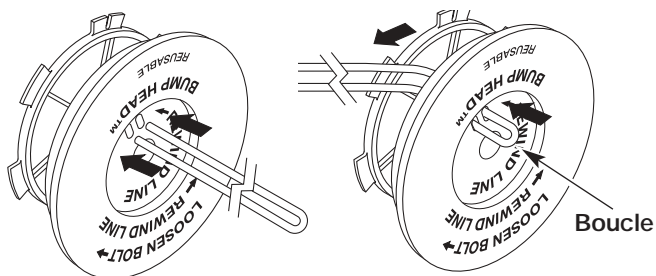

Fig. 31
- Découpez environ 12,2 m (40 pi) de fil neuf et faites-en deux boucles de longueurs égales. Insérez chaque extrémité de fil dans l'un des deux trous du moulinet (Fig. 31). Tirez le fil à travers le moulinet pour que la boucle soit le plus petit possible.